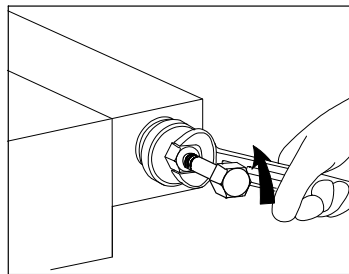

Fig. 5-7
5. Desaparafuse o cartucho filtrante no sentido contrário ao dos ponteiros do relógio utilizando uma chave de luneta ou uma chave de bocas (fig. 5-7).